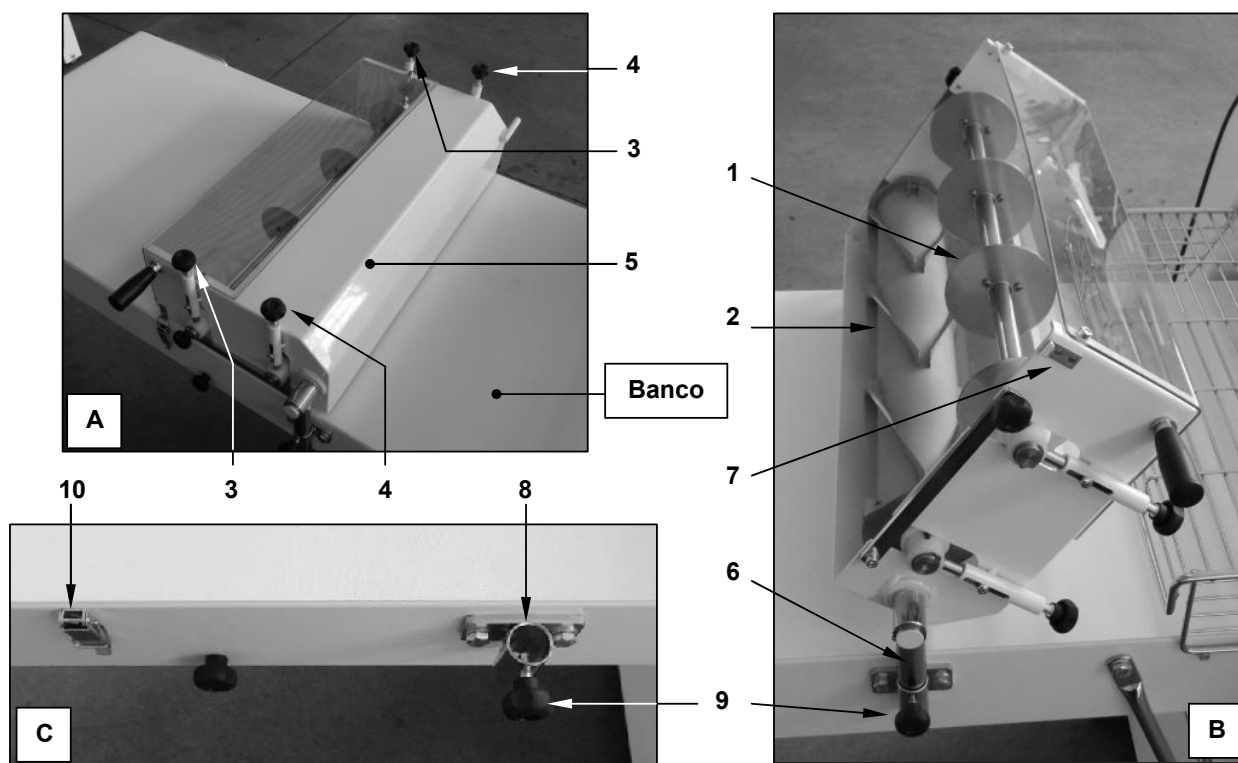

Figura 2 - Gruppo di taglio
È il dispositivo mostrato in Figura 2. Con esso è possibile ricavare dalla sfoglia, ottenuta tramite la laminazione, delle formelle di pasta da avviare a successive lavorazioni per ottenere prodotti specifici; il caso più comune è l'ottenimento di formelle triangolari, con cui realizzare, mediante processi successivi, i classici croissant.
ref. 2 rullo di taglio formelle (in Figura 2 è mostrato un rullo per ricavare formelle triangolari)